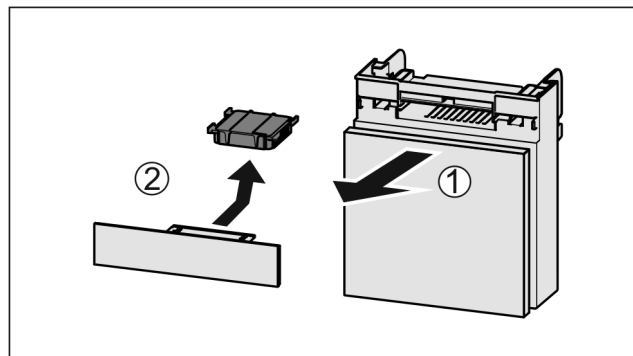

Fig. 179
- Extraire le compartiment par l'avant Fig. 179 (1).
- Sortir le filtre à charbon actif Fig. 179 (2).